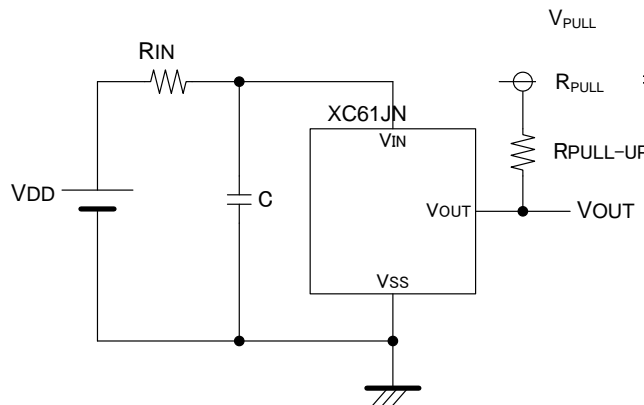

図 1: 入力抵抗を接続する場合の回路例
- ② 入力電圧(V_{IN})が低下して検出電圧(V_{DF})以下になった時、出力電圧(V_{OUT})はグランド電位(V_{SS})となります。
- ③ 入力電圧(V_{IN})がさらに低下し、最低動作電圧(V_{MIN})以下となった場合、出力は不定となります。この時出力がプルアップされていれば、プルアップしている電圧が出力されます。(動作説明回路図では入力電圧(V_{IN}))
- ④ 入力電圧(V_{IN})が最低動作電圧(V_{MIN})を超えて上昇し、解除電圧(V_{DR})に達するまでは、出力電圧(V_{OUT})はグランド電位(V_{SS})を保ちます。
- ⑤ 入力電圧(V_{IN})が解除電圧(V_{DR})以上になった時、出力電圧(V_{OUT})は入力電圧(V_{IN})がそのまま出力されます。(N-ch オープンドレイン出力ではハイインピーダンス状態)
- ⑥ 解除電圧(V_{DR})と検出電圧(V_{DF})の差がヒステリシス幅(V_{HYS})です。
5. V_{IN} 端子と電源入力 V_{DD} の間に抵抗 R_{IN} を接続する場合、発振対策として N-ch オープンドレイン出力品をご使用下さい(図 1 参照)。その場合、 $R_{IN}=10k\Omega$ 以下及び $C=0.1\mu F$ 以上でご使用下さい。